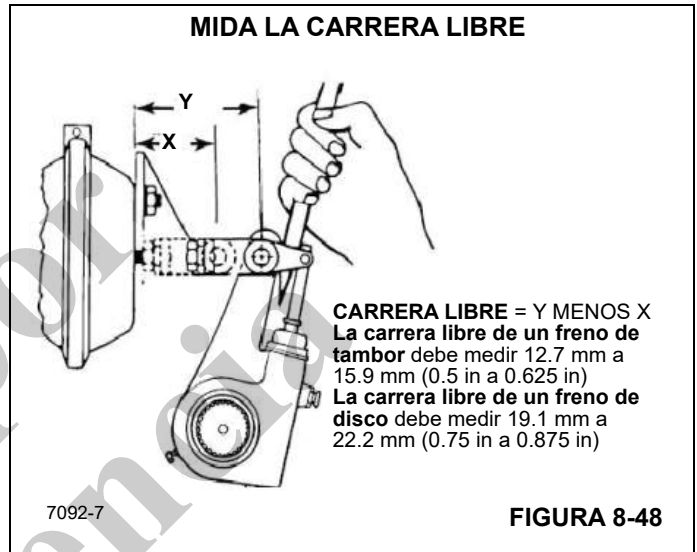

FIGURA 8-48
- Mida la distancia desde el centro de la horquilla grande hasta la superficie de montaje de la cámara neumática, con el freno completamente suelto. Esta es la dimensión "X" en la (Figura 8-48).
- Utilice una palanca para mover el ajustador de holgura hasta que los revestimientos entren en contacto con el tambor. Mida la distancia entre los mismos puntos que los indicados en el paso 4. Esta es la dimensión "Y" en la (Figura 8-48).